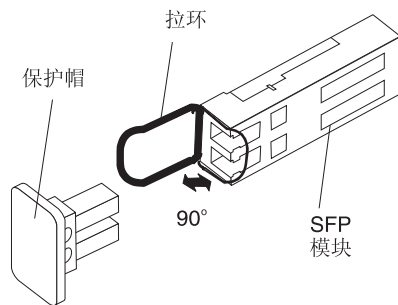

图 58. SFP 模块解锁 - 拉环可能会有所不同
- 对于具有拉环的 SFP 模块，将拉环向外拉 90° 即可为 SFP 模块解锁，如图 58 中所示。